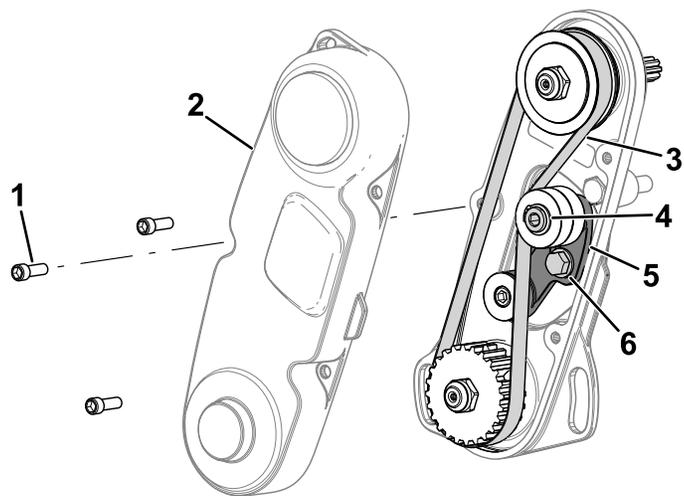

図 4
- C. ベルトカバーを外してベルトを露出させる 図 4。
- D. アイドラームボルトをゆるめてアイドラーム 図 4 を回してベルトの張りをなくす。
- E. ベルトを取り外す 図 4 に示す。
- G. ベルトを取り付け、図 4 に示すアイドラアームの内側六角部に 6-7 N·m 0.6-0.7 kg·m = 55-60 in·lb のトルクを掛ける。